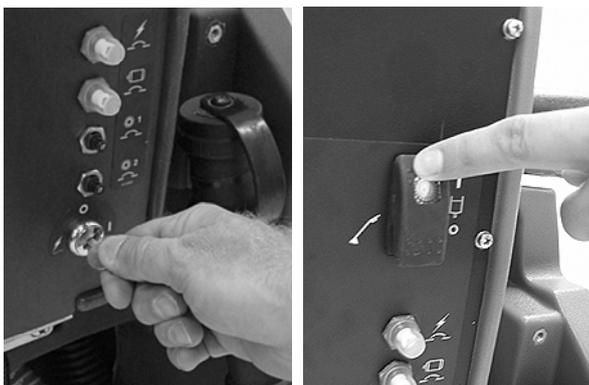

ABB. 7
2. Drehen Sie den Zündschlüssel und schalten Sie den Frischwasserschalter in die (I)-Stellung (Abbildung 7).